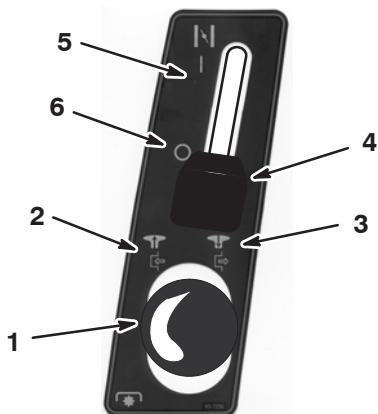

Figura 10
- Desengrane las cuchillas (PTO). Consulte la Figura 10.